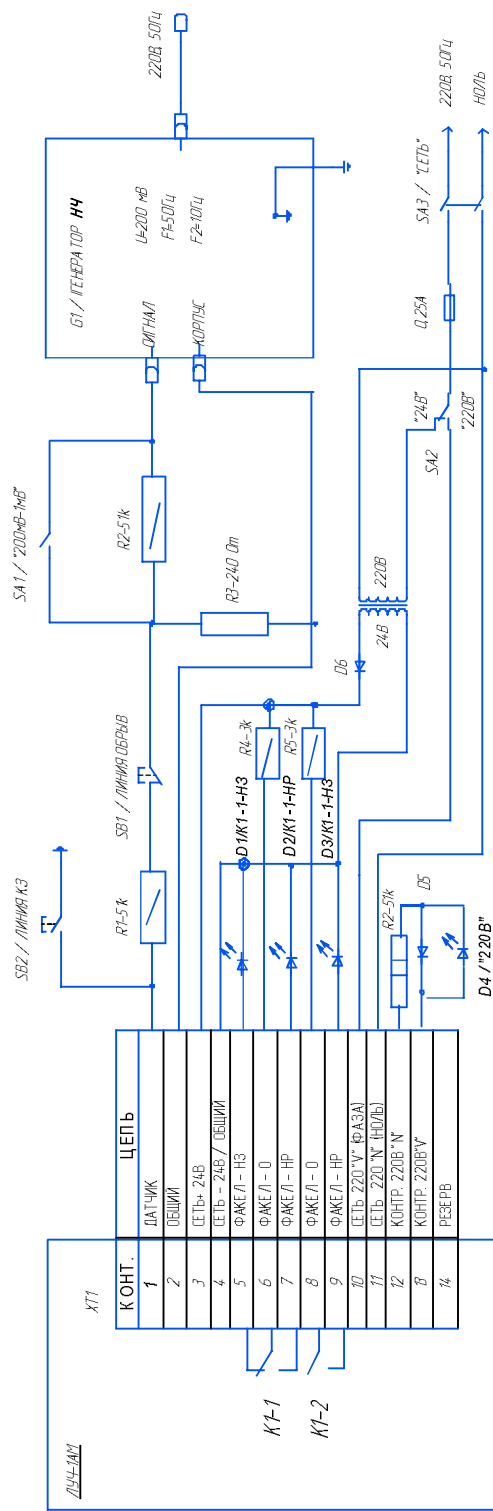

Рис. 16. Схема проверки параметров сигнализатора ЛСУЧ-1АМ.
Комплектующие - согласно схеме рис.16.
- Собрать схему проверки сигнализатора (см.рис. 16 );
- Рис.16. Схема проверки параметров сигнализатора ЛУЧ-1АМ